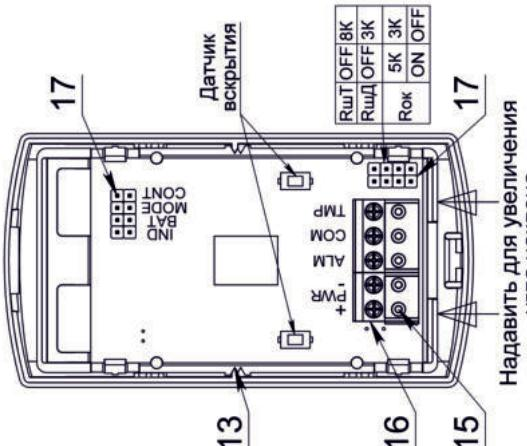

Рис.3 Плата ИО в крышке
Подсоединить колодку к плате (рис. 3). Установить извещатель на основание. Линза (2) по умолчанию установлена в соответствии с рис 2б и рис 4. При необходимости изменить направление ЗО, изъять держатель (4) вместе с платой (3) из крышки (1) и переставить линзу на 180°.